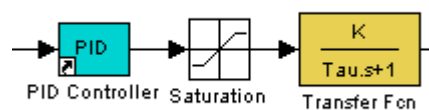

Figure .6
- 7) Ajoutez un bloc de saturation (Simlink Libraray → Discontinuités → Bloc Saturation) à la sortie du PID (figure. 6). A quelle limite devez-vous mettre vos seuils (haut et bas) pour vous rapprocher du modèle du système réel ? Appliquez-les, après quelques simulations en BF, que constatez-vous ? Conclure.